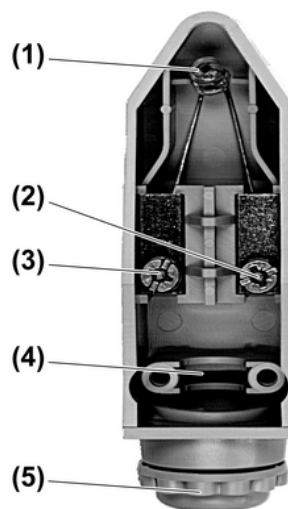
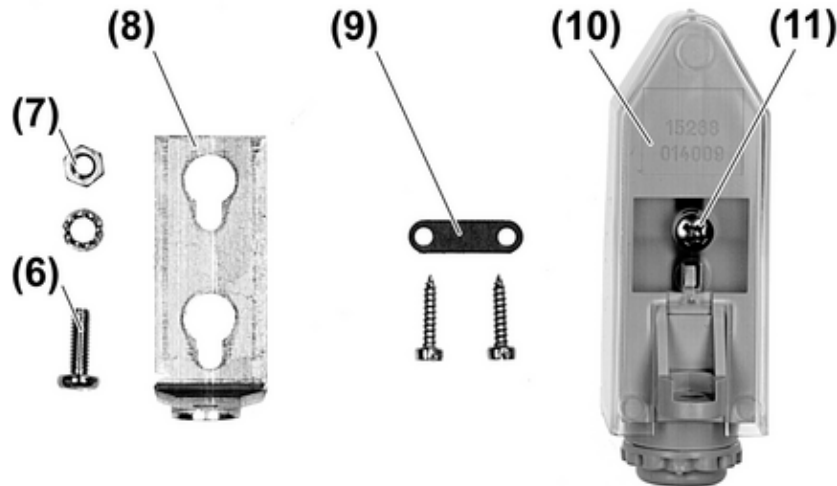

Bild 1: Sonnensensor Frontansicht
Bild 2: Sonnensensor und beiliegendes Zubehör
- Den Sonnensensor mit dem Montagewinkel (8) an einen für die Helligkeitsmessung günstigen Ort mit der Kabeleinführung nach unten montieren (Bild 2).
- Montagewinkel (8) und Gehäuse mit beiliegender Schraube (6), Unterlegscheibe und Mutter (7) verbinden.
- Sensorleitung von unten (5) in das Gehäuse einführen.
- Sensorleitung an Anschlussklemmen Sonne (2) und Masse (3) anschließen (Bild 1).
- Sensorleitung mit Zugentlastung (9) sichern.
- Transparenten Gehäusedeckel (10) von oben aufschieben bis er einrastet und von hinten mit beiliegender Schraube (11) sichern (Bild 2).